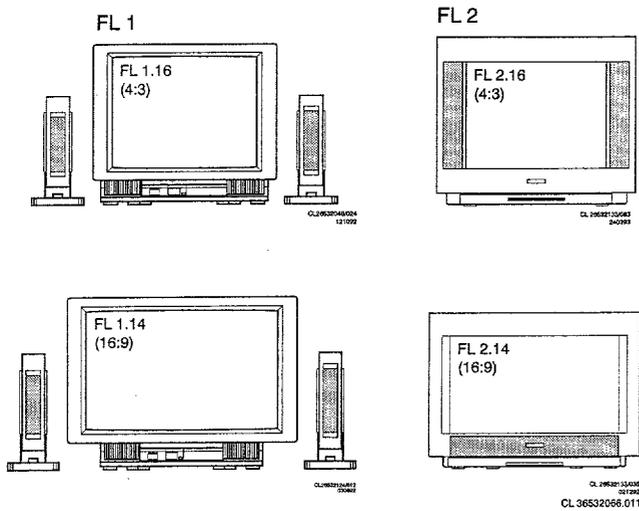

Fig.1
Para no dañar los circuitos impresos y transistores hay que evitar toda descarga disruptiva de la alta tensión. Siga el método indicado en la Fig.1 para descargar el tubo de imagen con lo cual evitará dañar éste. Utilice para ello una sonda de alta tensión y un medidor universal (posición DC-V). La descarga debe seguir hasta que la lectura del medidor sea OV (después de unos 30s).
1. Cuadro del modelo (fig. 1)